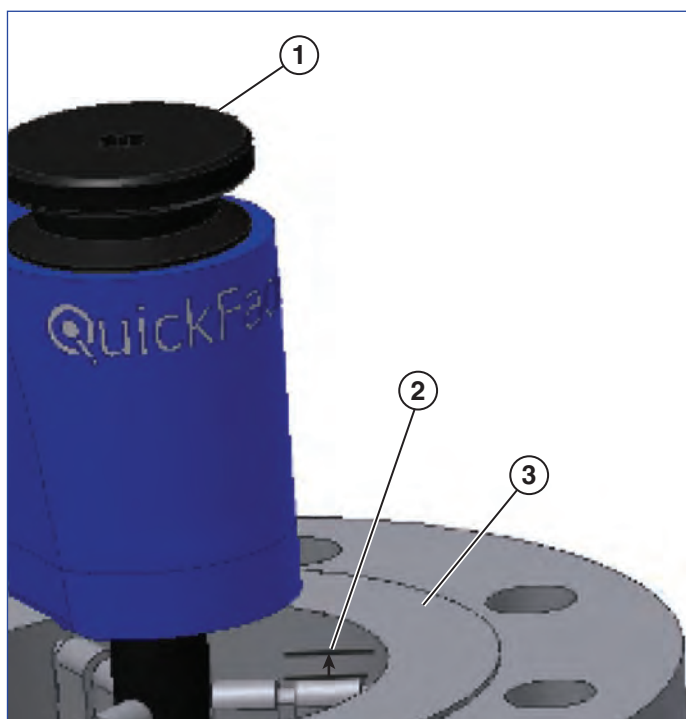

Figure 10
1. Installer le QuickFace sur la pièce de travail avec le sommet du module de positionnement, ou de la rallonge (le cas échéant), à à peu près 3mm en dessous de la face de bride (**voir figure 10**). Tourner la poignée de blocage du mandrin dans le sens horaire pour serrer les modules de positionnement. Basculer légèrement le QuickFace d'avant en arrière lors du serrage pour s'assurer qu'il est fermement calé dans la pièce à travailler. Si le mandrin du QuickFace ne peut pas être fermement serré à la main, insérer une clé à cliquet dans l'extrémité de la poignée de blocage du mandrin. **NE PAS TROP SERRER LA POIGNÉE DE BLOCAGE DU MANDRAIN ! CECI POURRAIT L'ENDOMMAGER !** Le mandrin est suffisamment serré quand le QuickFace ne bouge pas quand on soulève l'extrémité de la boîte des avances et des filetages.